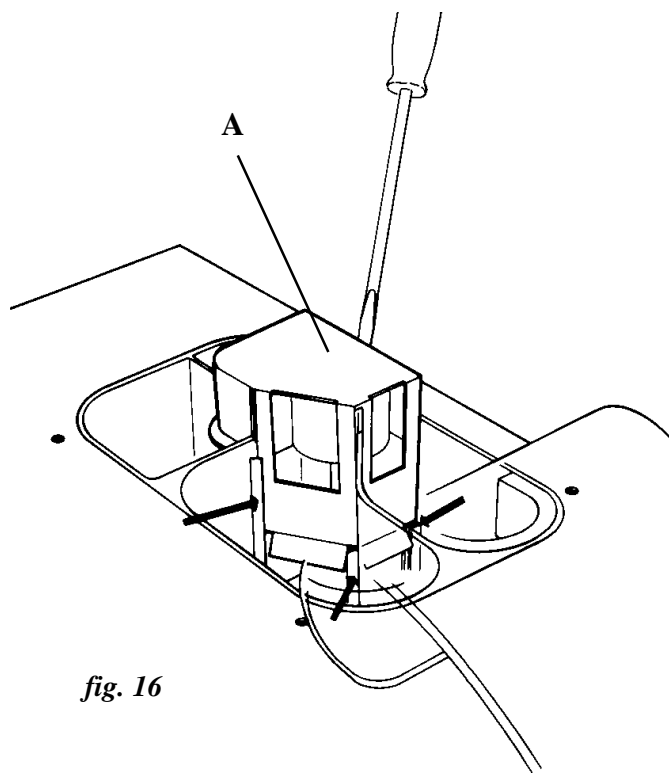

fig. 16
- Open the dispenser cover and remove the top cover (A), refer to (fig. 16), noting its location to correctly re-assemble.
- Re-assemble the dispenser top, ensuring that it is correctly placed (refer to points indicated with arrows (fig. 16)).
- Abrir la tapa del dosificador y desmontar la parte superior (A) según (fig. 16). Tomar nota de su colocación para un correcto montaje posterior.
- Volver a montar la parte superior del dosificador. Prestar atención a su correcta colocación. (ver puntos marcados por flechas (fig. 16)).
- Ouvrir le couvercle du bac de distribution et démonter la partie supérieure (A) suivant la (fig. 16). Prendre note de son emplacement pour le remonter correctement.
- Monter la partie supérieure du bac de distribution. Attention à son emplacement correct (voir points signalés par flèches (fig. 16)).